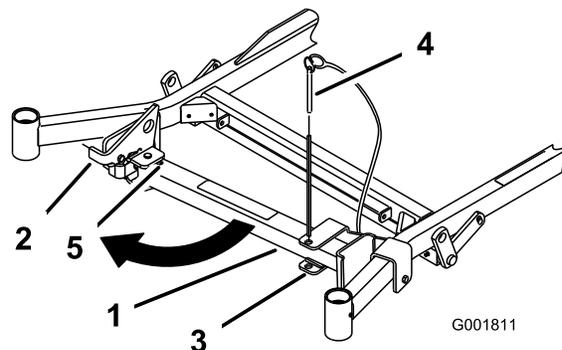
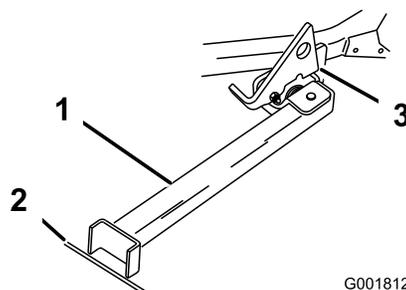

Figura 44
Figura 45
2. Retire el pasador del soporte (Figura 44).
4. Gire el pie del soporte hacia adelante, y deslice el soporte hacia la máquina, hasta que encaje en la parte de abajo de la ranura (Figura 44 y Figura 45).
5. Ponga el pie del soporte en el suelo con el enganche descansando sobre la pestaña de giro (Figura 45).
**Nota:** Para obtener los mejores resultados, coloque el pie del soporte en una ranura de la acera o en el césped (Figura 45).
7. Conduzca la máquina sobre el soporte. Pare cuando el enganche caiga por encima de la pestaña a la posición bloqueada (Figura 45).
5. Ponga el soporte de nuevo en su posición de descanso (Figura 44).